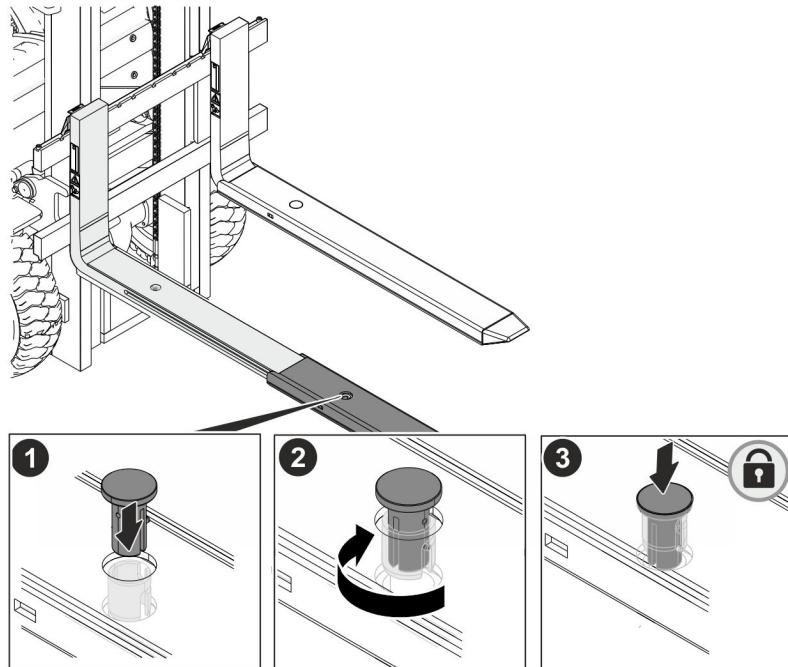

Abb. 13: Verriegelungsbolzen einsetzen
6. → Seitlichen Zapfen des Verriegelungsbolzens nach entsprechender Nut der Bohrung ausrichten. Verriegelungsbolzen in Verriegelungsbohrung einsetzen (Abb. 13/1).
7. → Verriegelungsbolzen bis zu einem festen Anschlag im Uhrzeigersinn drehen (Abb. 13/2).
8. → Verriegelungsbolzen nach unten drücken und komplett in der Grundgabelzinke versenken (Verriegelungsstellung) (Abb. 13/3).